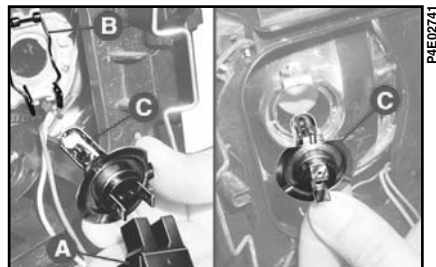

fig. 14
2) Scoateți conectorul electric **A-fig. 14**. Desfaceți clemele de fixare **B-fig. 14** și scoateți becul **C**.